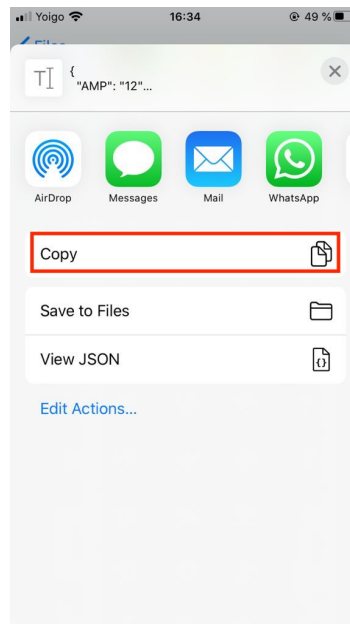

Figura 13. Paso 7 de la explicación de generación de un JSON con la aplicación "Jayson".
4. Finalmente, seleccione “copy” (copiar) como se muestra en la Figura 13. De esta manera ya tiene en el portapapeles el fichero JSON de la forma en la que hay que enviarlo listo para pegar.